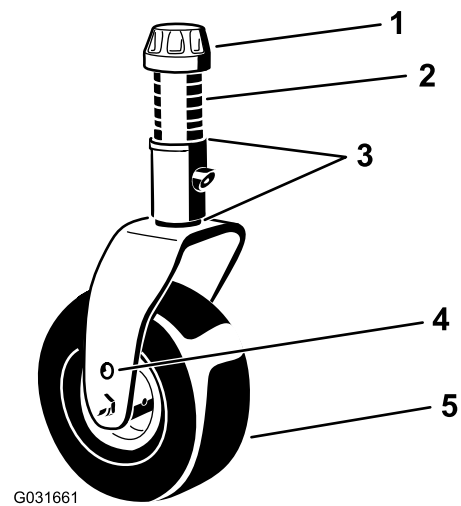

Figure 23
4. Avec la clé fournie, desserrez le chapeau de tension et déposez-le de l'axe de pivot, puis sortez l'axe du bras de la roue pivotante (Figure 23).